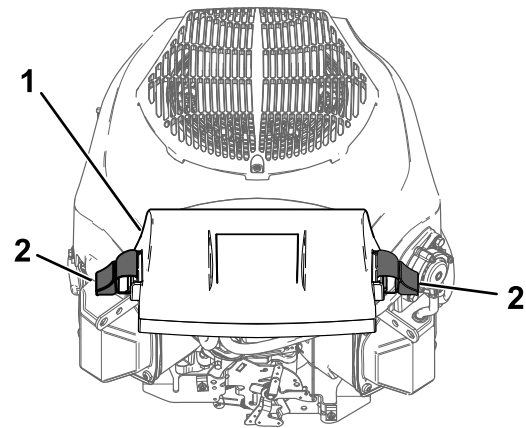

Figure 31
3. Posez le couvercle et fixez-le en place avec les attaches (Figure 31).